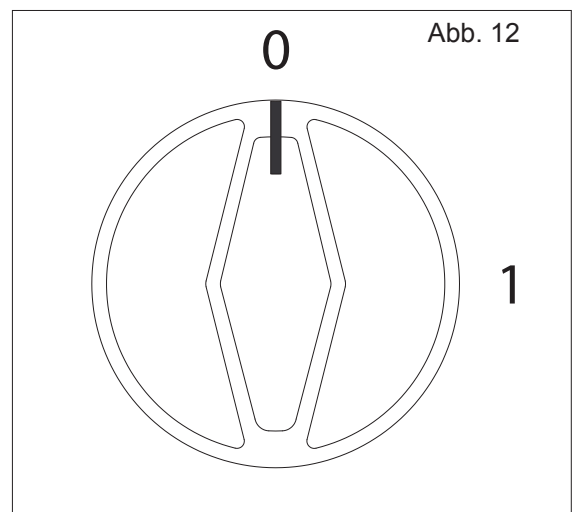
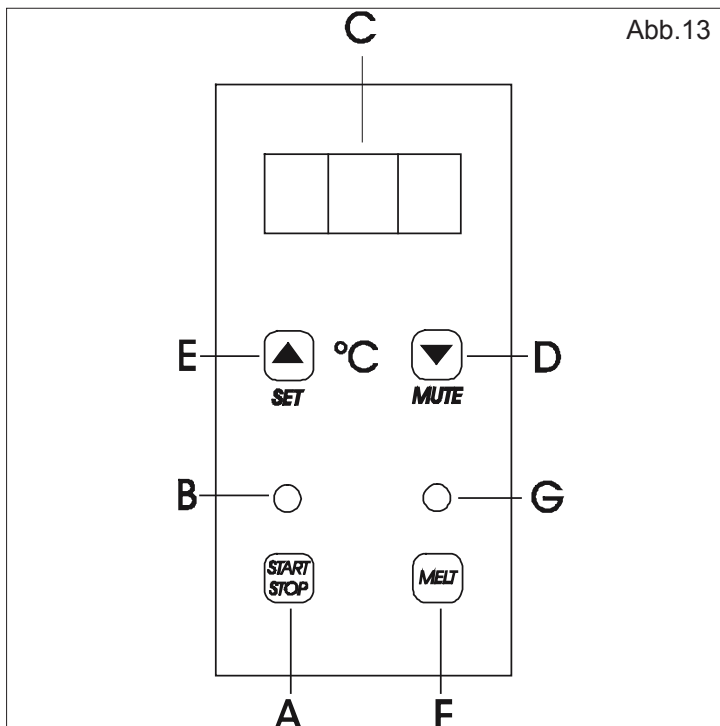

Abb. 12
Abb.13
- Den Drehknopf (Abb. 12) auf Position (1) stellen, das Display C (Abb. 13) leuchtet auf.
- Den Drehknopf (Abb. 12) wieder auf Position "0" stellen